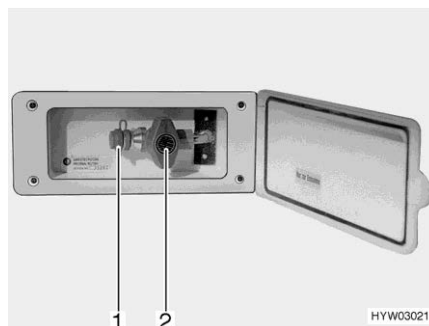

Fig. 171 Raccordement externe de gaz (robinet d'arrêt de gaz fermé)
- Raccorder l'appareil à gaz externe sur le raccord (Fig. 171,1).
- Ouvrir le robinet d'arrêt de gaz (Fig. 171,2).